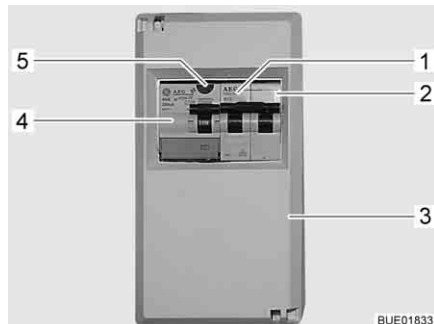

Bild 107 230-V-Sicherungskasten mit Leitungsschutzschalter und FI-Schalter
Ein Fehlerstrom-Schutzschalter (FI-Schalter) (Bild 107,4) im Sicherungskasten (Bild 107,3) sichert das gesamte Fahrzeug gegen Fehlerstrom (0,03 A) ab.
Der nachgeschaltete Leitungsschutzschalter (10 A) (Bild 107,2) sichert die 230-V-Steckdosen, das Stromversorgungsgerät, das Zusatz-Ladegerät und den Kühlschrank ab.
Bei Fahrzeugen mit Sonderausstattung, z. B. einer Klimaanlage, sichert ein zusätzlicher Leitungsschutzschalter (16 A) (Bild 107,1) das Gerät ab.
- Wenn das Fahrzeug an die 230-V-Versorgung angeschlossen ist, die Prüftaste (Bild 107,5) drücken. Der Fehlerstromschutzschalter (FI) muss auslösen.